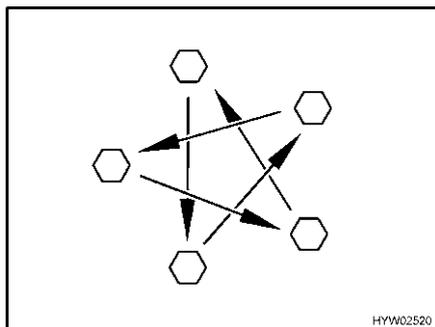

Fig. 250 Serrare a croce i dadi o i bulloni delle ruote
- Controllare regolarmente il serraggio dei dadi o dei bulloni. Regolare a croce (Fig. 250) il serraggio dei dadi o dei bulloni di una ruota sostituita dopo circa 50 km.
- ▷ Serrare a croce i dadi o i bulloni delle ruote (Fig. 250).